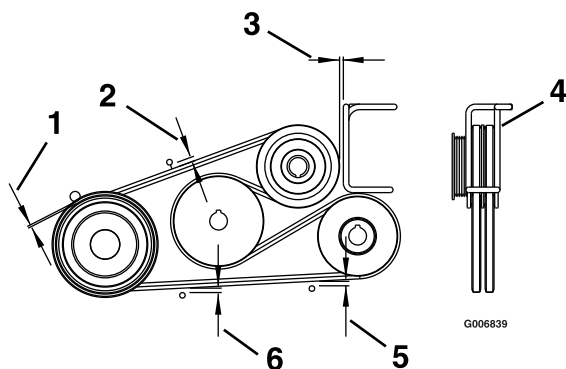

Figura 51
4. Ajuste las guías de las correas según lo indicado en Figura 51.